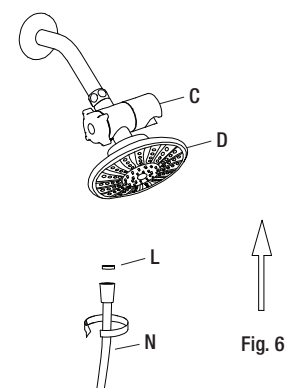

Fig. 6
4. Placer une rondelle en caoutchouc (L) sur l'écrou hexagonal du tuyau de douche (N), et le fixer à la vanne à 3 voies (C), voir Fig. 6.